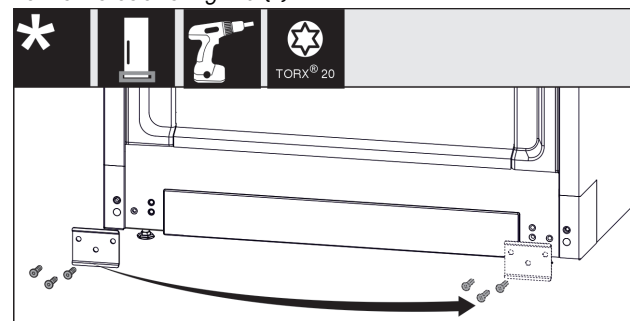

Fig. 21
- Dévisser la tôle Fig. 21 (1), la déplacer et la revisser de l'autre côté.